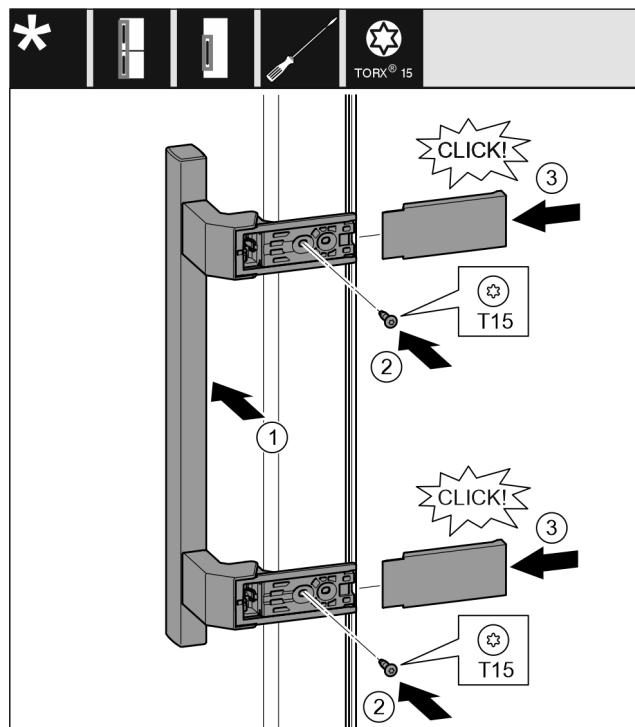

Fig. 11
- Поставете дръжката от другата страна. Fig. 11 (1)
- С отвертка T15 затегнете винтовете. Fig. 11 (2)
- Поставете отстрани капациите и ги нахлузете. Fig. 11 (3)